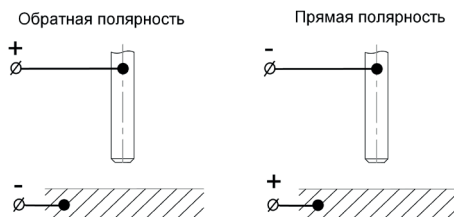

Рис. 7.5. Способы подключения.
**Существует два способа подключения сварочного оборудования для работы на постоянном токе (см. рис. 7.5):**